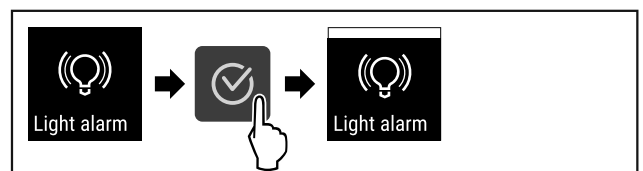

Fig. 89
- ▶ Følg anvisningene (se Fig. 89).